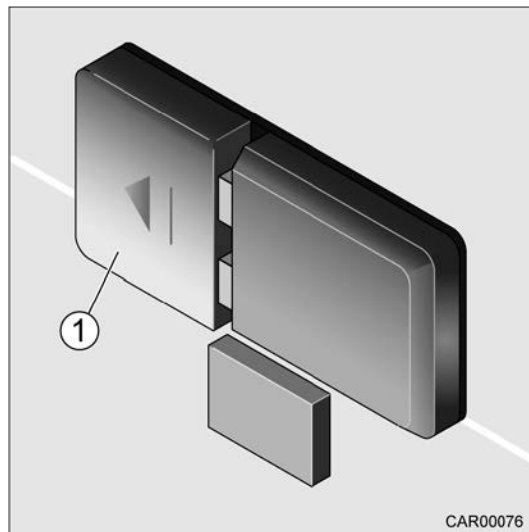

Fig. 165 Lampe qui marche sur piles
1. Enlever le cache (Fig. 165/1).